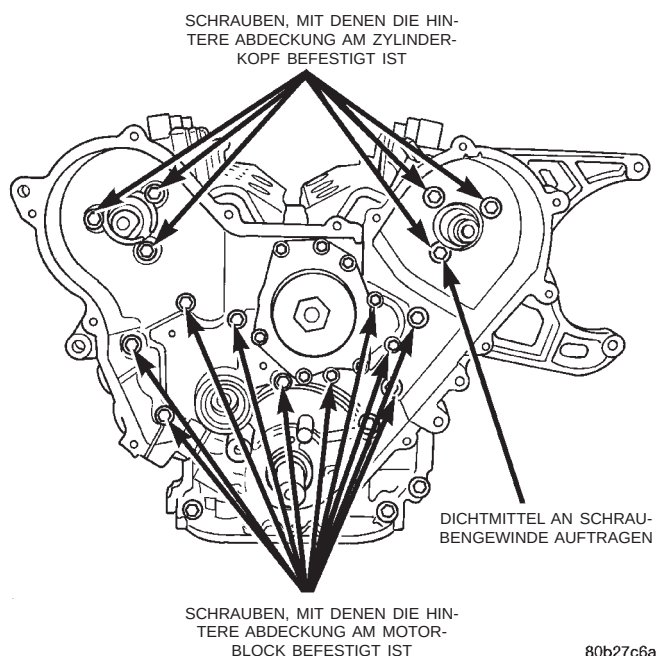

Abb. 39 Befestigungsschrauben der hinteren Zahnriemenabdeckung
(1) Kurbelwellen-Schwingungsdämpfer ausbauen.
(2) Zahnriemenabdeckungen abbauen.
(3) Nockenwellenräder ausbauen. Siehe hierzu Nockenwellenrad und Steuerzeiten in diesem Abschnitt.
(4) Ansaugkrümmer abbauen. Siehe hierzu Kapitel 11, "Auspuffanlage und Ansaugkrümmer".
(5) Hintere Zahnriemenabdeckung und Zylinderkopfschrauben ausbauen (Abb. 39). Hintere Abdeckungen ausbauen.